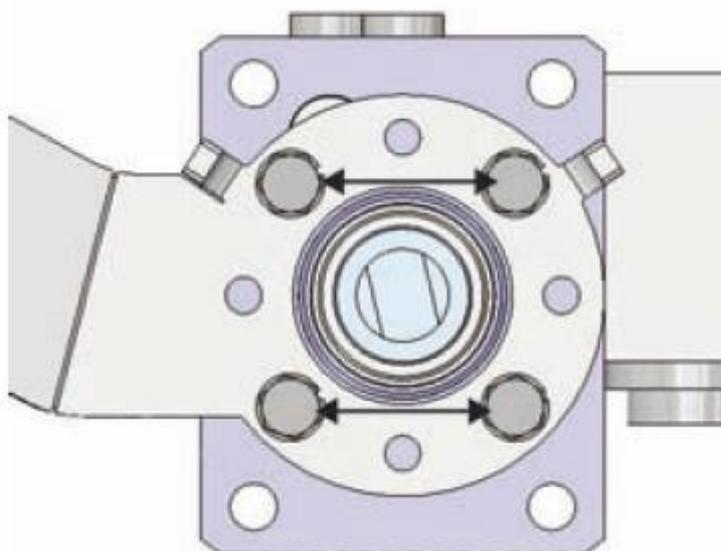

Figura 39. Bulloni di fissaggio della piastra di supporto
3. Togliere i bulloni di tenuta (quattro in totale Figura 39) che fissano la piastra di supporto del cilindro.